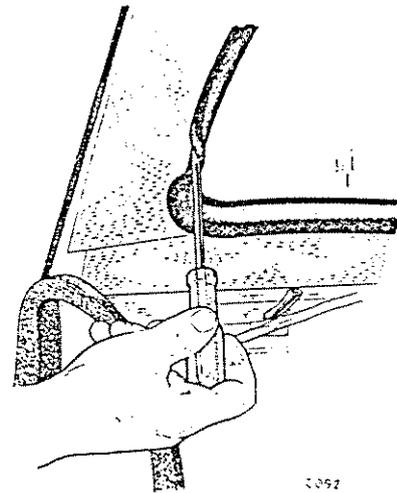

Abb. 23 Abnehmen der Verkleidung
Hardtop wie oben beschrieben abnehmen. Den Dichtstreifen vom Rückfensterrahmen nach unterhalb der Mittellinie ziehen. Das Rücksitzkissen entfernen (falls eingebaut), ebenfalls Rückwand- und hintere Seitenverkleidungen. Einen Schraubenzieher wie auf Abb. 23 ansetzen, den Wulst des Rückfenster-Gummidichtrahmens anheben und die die Muttern (29) und Stiftschrauben (25) verdeckenden Verkleidungen abnehmen. (Siehe Abb.24). Die sieben Muttern (17), Unterscheiben (18 und 19) entfernen, die sich im Fahrzeugmittellinienflansch unterhalb des Rückfensters befinden. Die Mutter (29) lockern. Abb.24 zeigt die Mutter an der rechten Fahrzeugseite. Die Dichtmasse zwischen Gummi und Karosserie mit einem kleinen Schraubenzieher ohne scharfe Kanten aufbrechen. Die Muttern (29) lösen und den Rückfensterrahmen von der Stiftschraube (25) abheben. Auf die Lage der Gummiringe (20 und 26) zwischen Rückfenster und Karosserie achten.
- B-Pfostenverkleidung, Abb.23